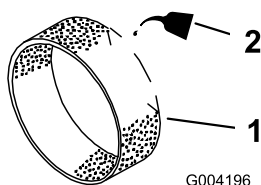

Bild 42
3. Tragen Sie 3 ml bis 6 cl des Öls auf den Vorfilter auf (Bild 42).